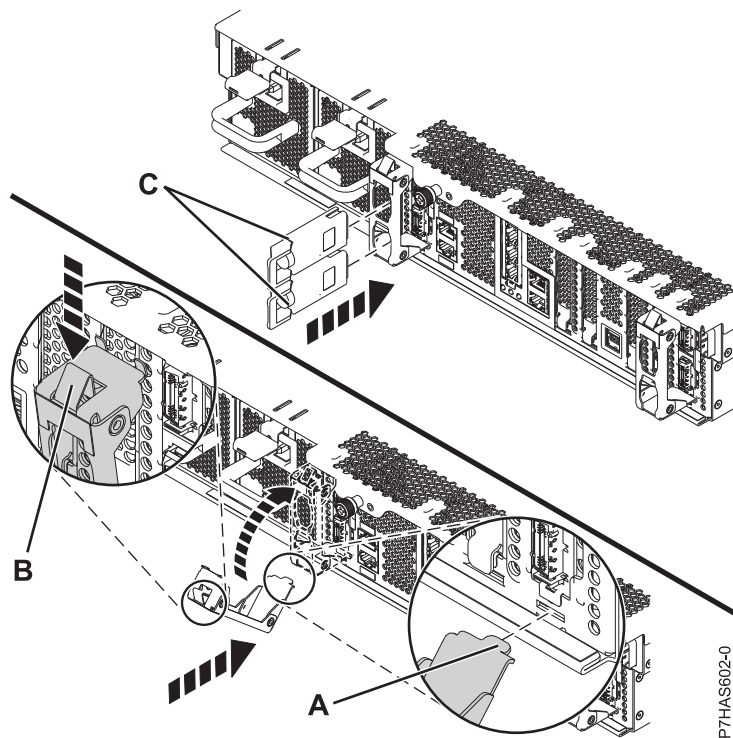

図 8. ケーブル保持ブラケットの取り付け
8. ケーブル保持ブラケット (A) を 12 ページの図8 に示されているように斜めにして、ブラケット上部にあるタブをアセンブリーのスロットにはめ込みます。